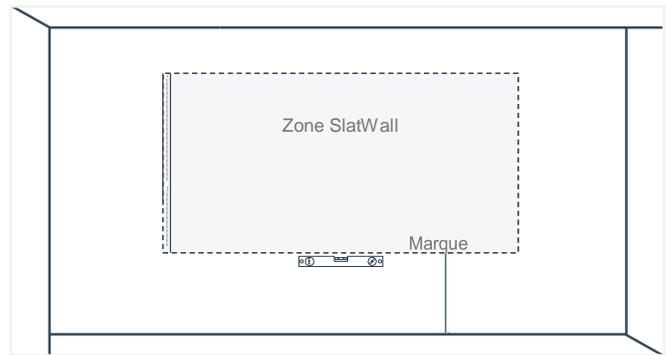

Fig. 23
3. Utilisez un niveau pour tracer une ligne le long de la largeur prévue de l'installation (Fig. 23).